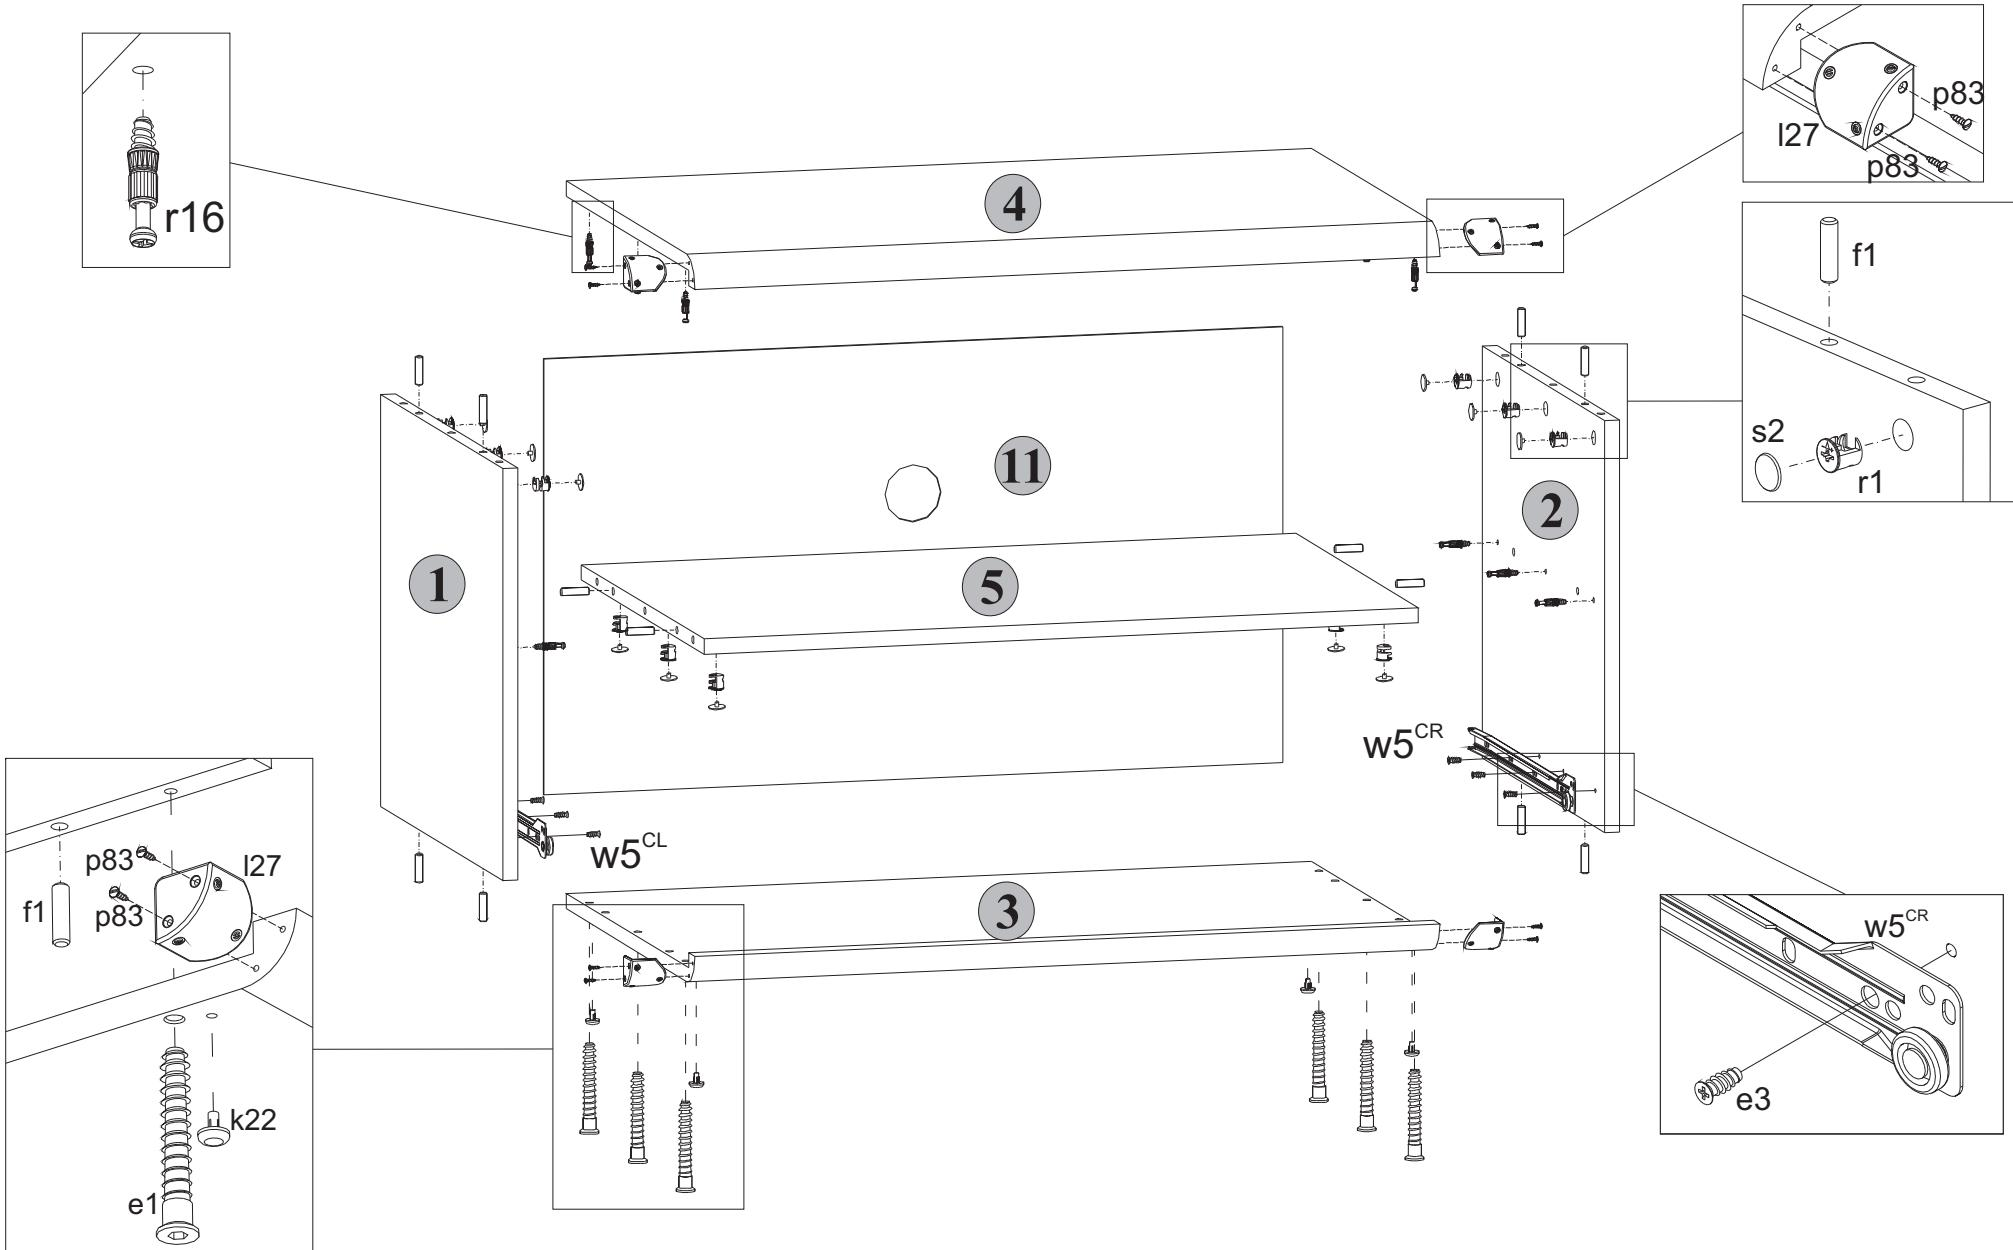

Рис. 2
отверткой (см.рис. 2).
5.6 В отверстия диаметром 4,5 мм на нижней поверхности щита нижнего 3 вставить опоры полимерные k22 (подплатники) (см.рис. 2).
5.9 К стенкам боковым 1 и 2 присоединить щит нижний 3 и стянуть еврошурупами e1, пользуясь специальным ключом z1 из комплекта фурнитуры (см.рис. 2).
5.2 В отверстия диаметром 8 мм на верхних и нижних кромках стенок боковых 1 и 2, а также на боковых кромках полки соединительной 5 вбить деревянные шканты f1 (см.рис. 2).
5.4 На внутренних поверхностях стенок боковых 1 и 2, а также на нижней поверхности полки соединительной 5 в отверстия диаметром 15 мм вставить стяжки эксцентриковые r1 (см.рис. 2).